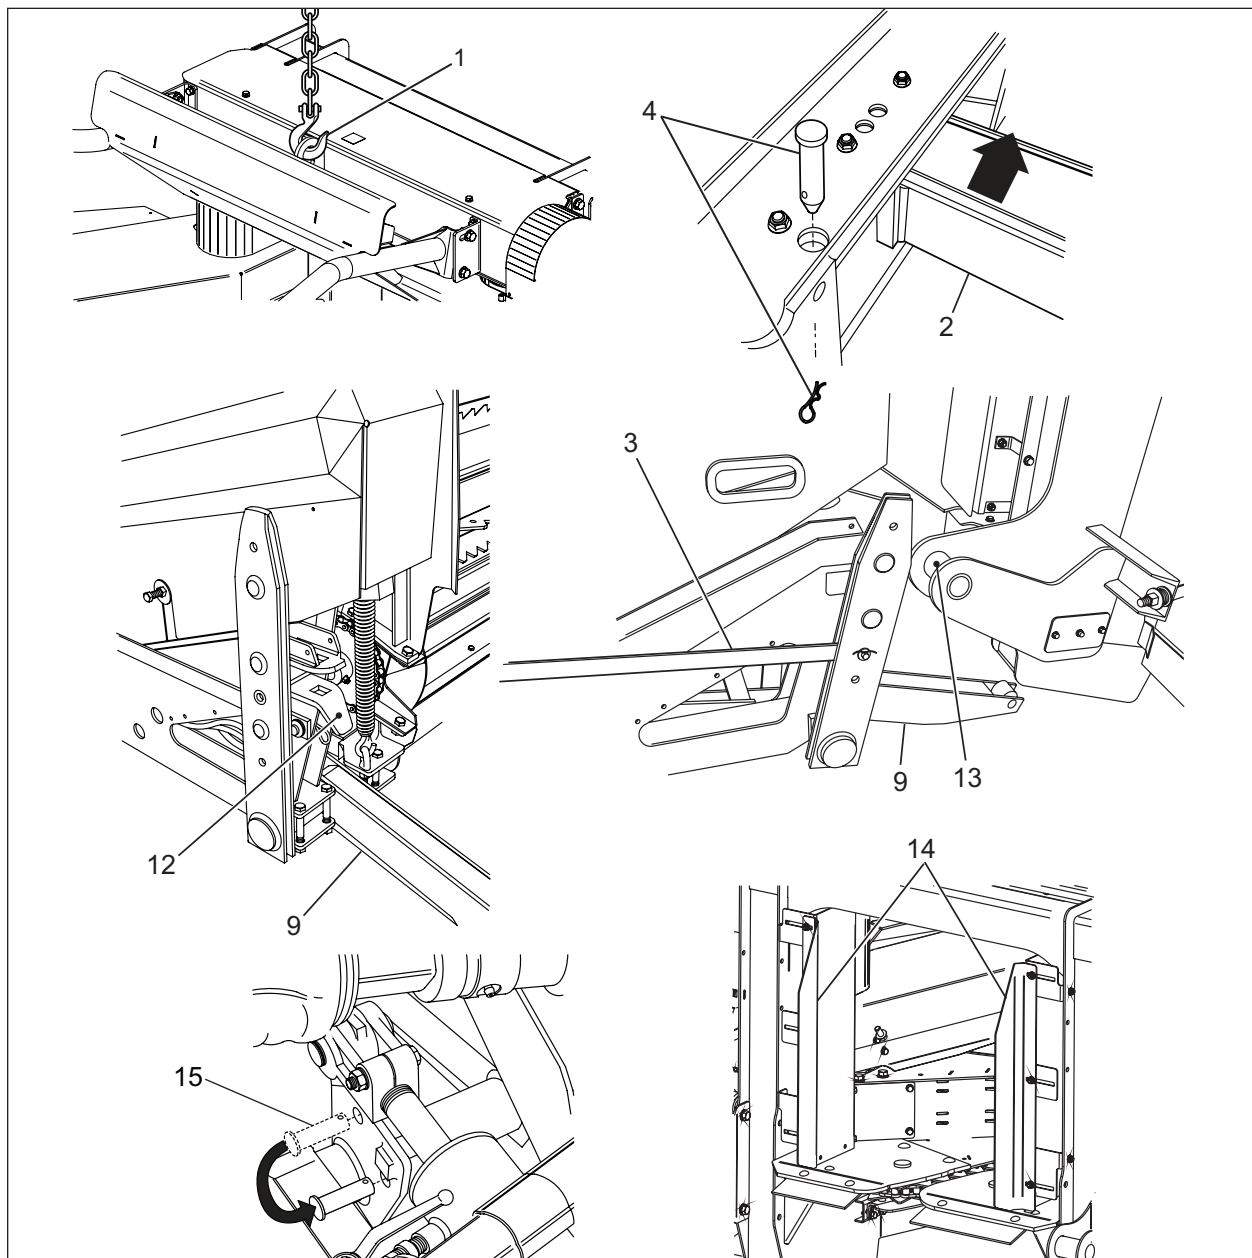
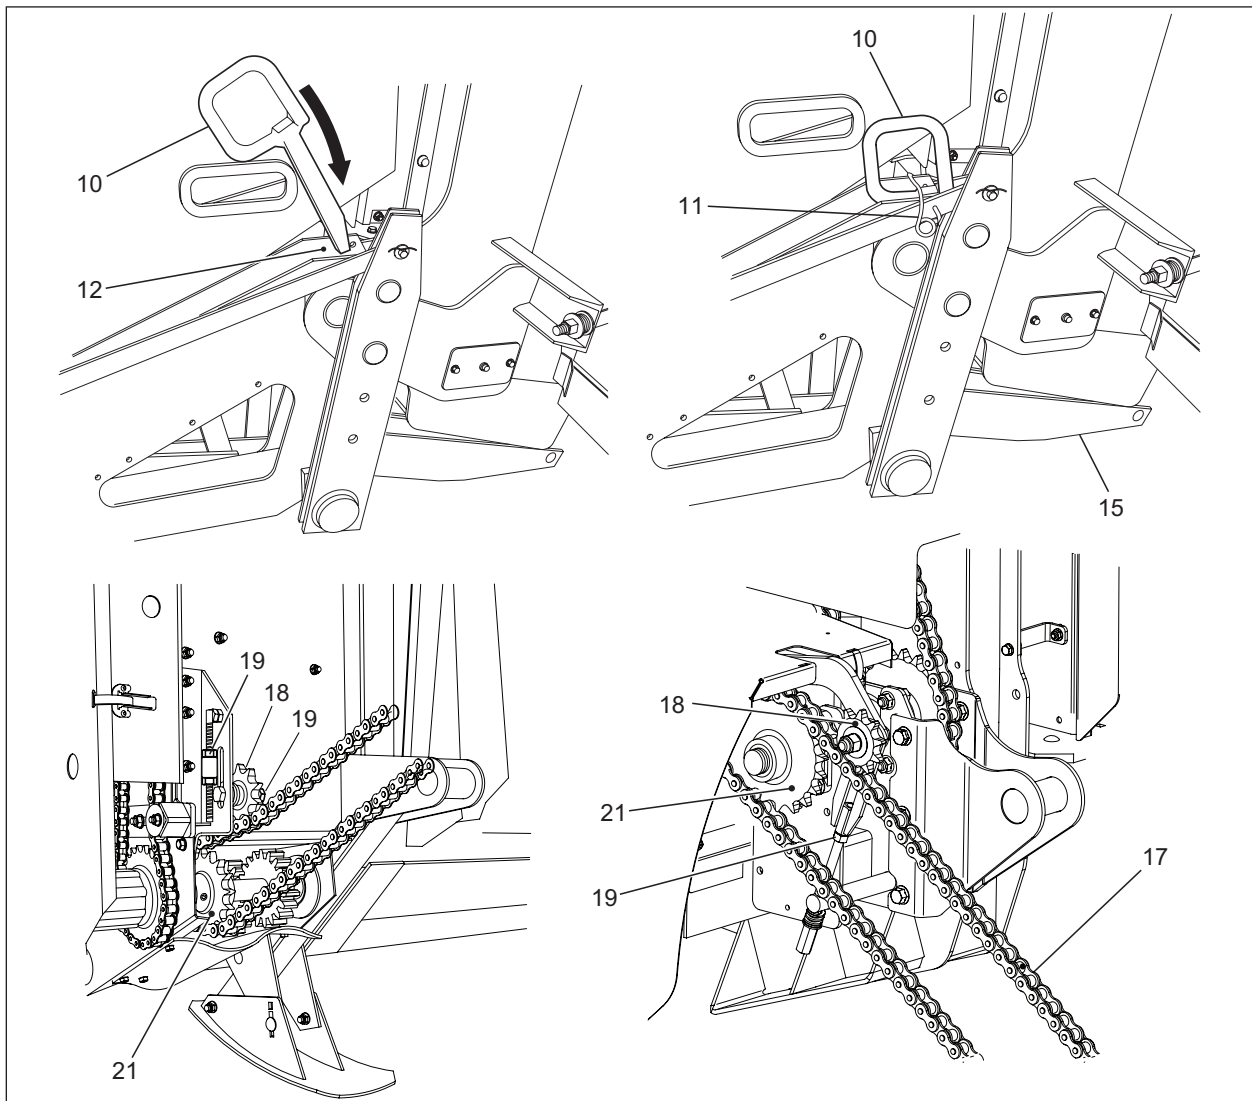

Figure 13 Installation d'un attache­ment
Figure 14 Installation d'un attachement
### INSTALLATION D'UN ATTACHEMENT SUR LA FOURRAGÈRE - FIGURES 13 ET 14
**ATTENTION :** Si les côtés d'entrée (item 14) des attachements à foin ou à maïs sont pliés ou endommagés, il est nécessaire de les réparer de façon à ce qu'ils ne touchent pas aux rouleaux d'alimentation.
4. Lorsque l'attache est en place sur la Fourragère, remettre les goujons carrés (item 10) et les goupilles de sécurité (item 11) des deux côtés;
**ATTENTION :** Toujours retirer le goupille (item 15 à la figure 13) qui barre le relevage avant de poursuivre les ajustements ou opérer au champs.
6. Installer la chaîne motrice de l'attache à maïs (item 16), utiliser la chaîne #80 X 35" lg avec une maille d'accouplement #80;
7. Installer la chaîne motrice de l'attache à andains (item 17). Utiliser les chaînes #80 X 35" lg avec une maille d'accouplement #80 et une maille #80 (ces pièces sont dans la boîte à outils);
8. Ajuster les bras de levage de la Fourragère (item 15, figure 14) en position d'opération. Passer la chaîne sous la roue tendeuse (item 18, figure 14). Déplacer le pignon (item 21) sur l'arbre si nécessaire. Ajuster la chaîne à une tension normale et bien serrer les écrous (item 19) des tendeurs (item 18).